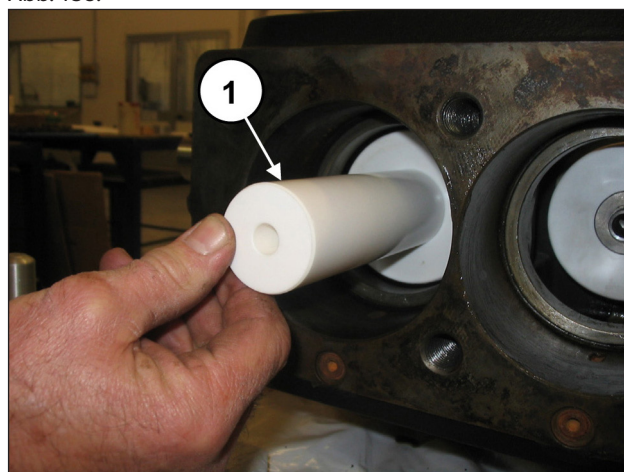
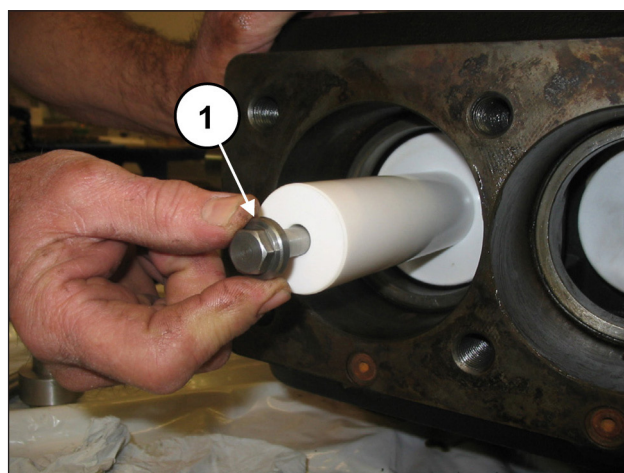

Abb. 137
Abb. 138
Montieren Sie die Kolben in die entsprechenden Führungen (Pos. ①, Abb. 137) und befestigen Sie diese lt. Pos. ①, Abb. 138.